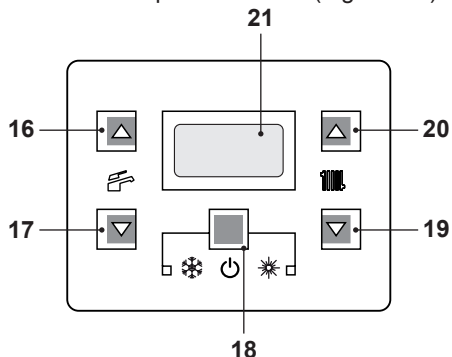
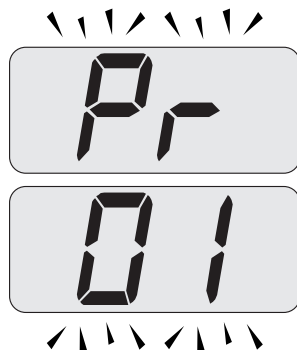
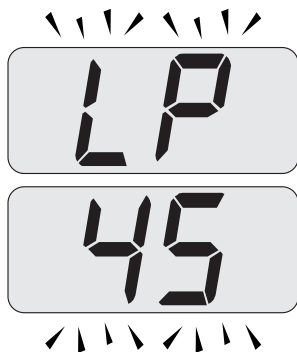
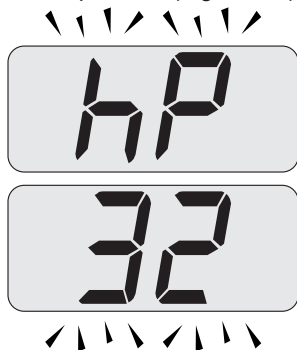

Figura 7.2
Figura 7.3
Figura 7.4
Figura 7.5
- Entrare in "modalità programmazione" premendo contemporaneamente per 10 secondi i tasti 18 - 19 - 20 (Figura 7.2) fino a far apparire sul display LCD le lettere **Pr** che si alternano con il codice **01**, indicanti l'entrata nel "parametro 01" (Figura 7.3).
- Premere contemporaneamente i tasti 19 e 20 (Figura 7.2) fino a far apparire sul display LCD le lettere **LP** che si alternano con il valore di temperatura dell'acqua di riscaldamento (es. **45**), indicanti l'entrata nell'attivazione della "funzione spazzacamina" alla potenza minima (Figura 7.4).
- Premere il tasto 20 (Figura 7.2) per entrare in modalità "spazzacamino alla potenza minima in riscaldamento". Sul display appare **hP** alternato alla temperatura dello scambiatore primario (Figura 7.5).
- Premere il tasto 19 (Figura 7.2) fino a far apparire sul display LCD le lettere **LP** che si alternano con il valore di temperatura dell'acqua di riscaldamento (es. **60**), indicanti l'entrata nell'attivazione della "funzione spazzacamino" alla potenza minima in sanitario (Figura 7.8).
- Spegnerne la caldaia tenendo premuto per 2 secondi il tasto 18 (Figura 7.2) fino a far apparire sul display LCD il simbolo  (Figura 7.9).